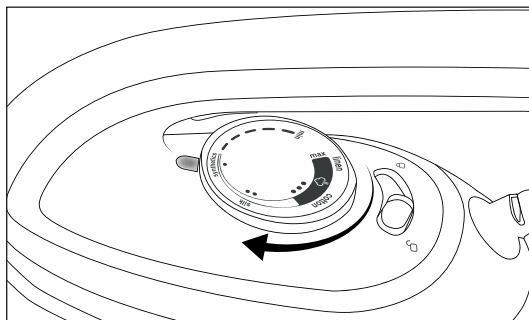

Fig. 7
- 3) Rode o regulador da temperatura **3** e ajuste assim a temperatura de engomar desejada (ver fig. 7).